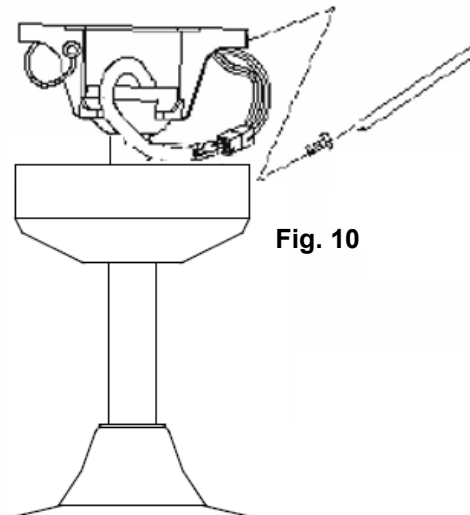

Fig. 10
- Couvrez le support de fixation avec le capot. Veillez à placer tous les câblages électriques dans le capot et à ne pas les endommager durant cette étape. Fixez le capot sur le support de suspension avec les vis fournies. (Fig. 10)